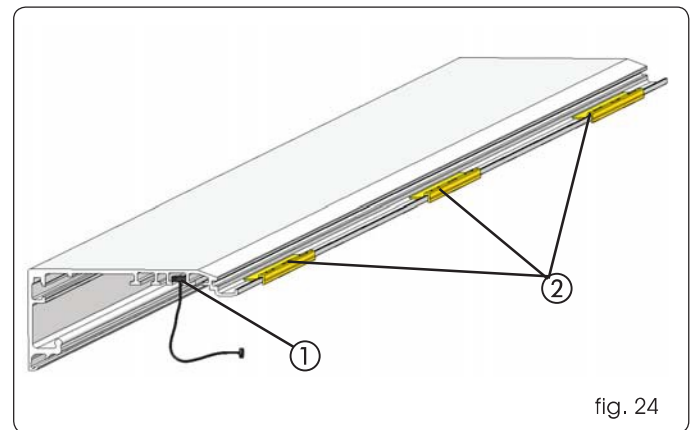

fig. 24
Vérifier la présence et éventuellement fixer les fils parachute aux deux extrémités du profil de soutien en logeant la plus grande extrémité du fil dans les logements prévus à cet effet (fig. 24 réf. ①).
Vérifier la présence et éventuellement insérer sur le bord externe du profil de soutien 3 entretoises anti-vibration (fig. 24 réf. ②), en les plaçant aux extrémités et au centre (pour des profils de plus de 3 mètres).